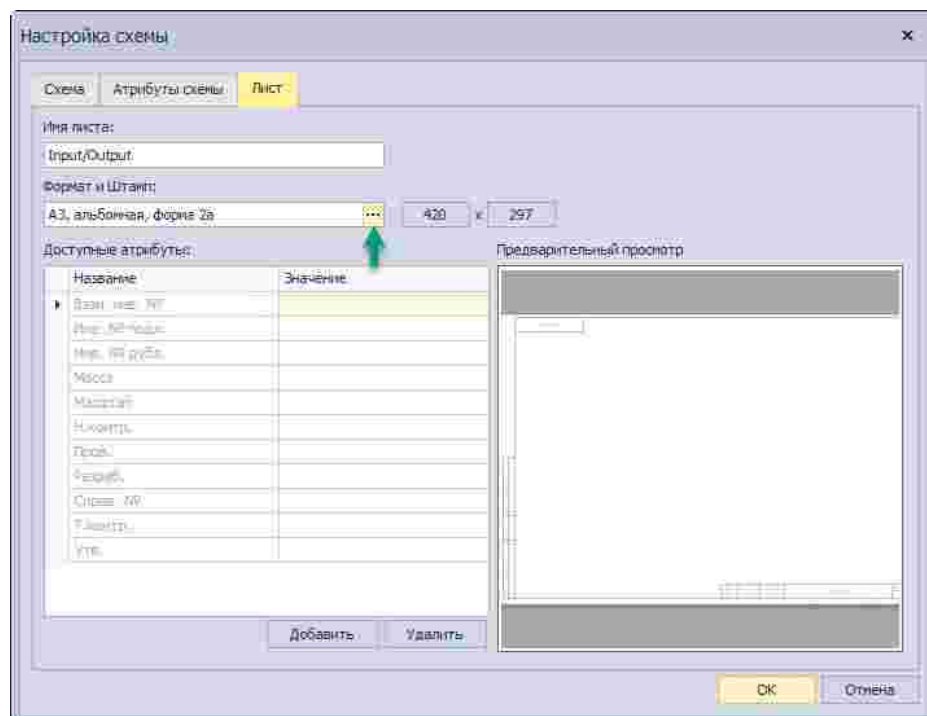

Рис. 18 Вызов окна «Формат и штамп»
4. Вызвать окно «Формат и штамп» в поле Формат и штамп, нажав на кнопку , см. Рис. 18.